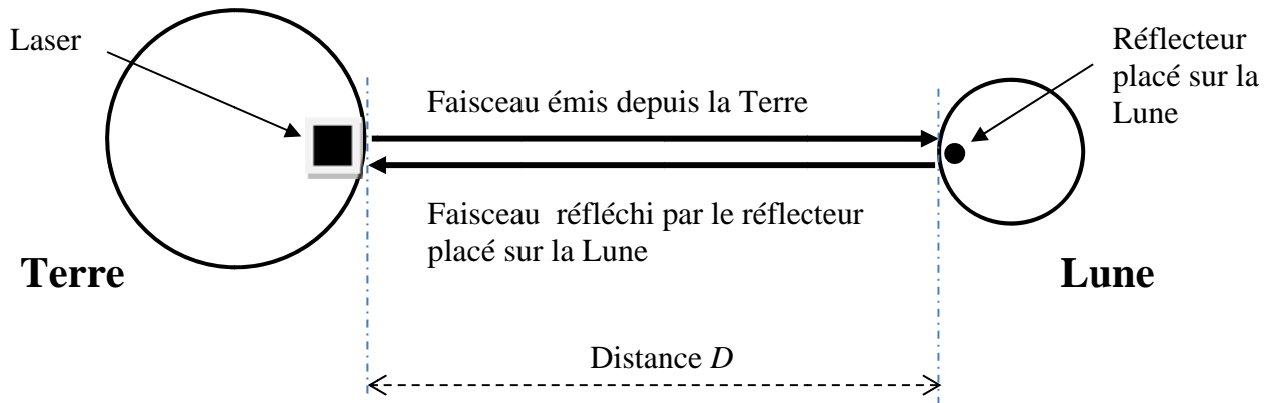

Figure 1 : Trajet du faisceau laser entre la Terre et la Lune (échelles non respectées)
- 4) Exprimer, en utilisant le schéma de la **figure 1**, la longueur L de la distance parcourue par le faisceau laser effectuant un aller-retour en fonction de la distance D .